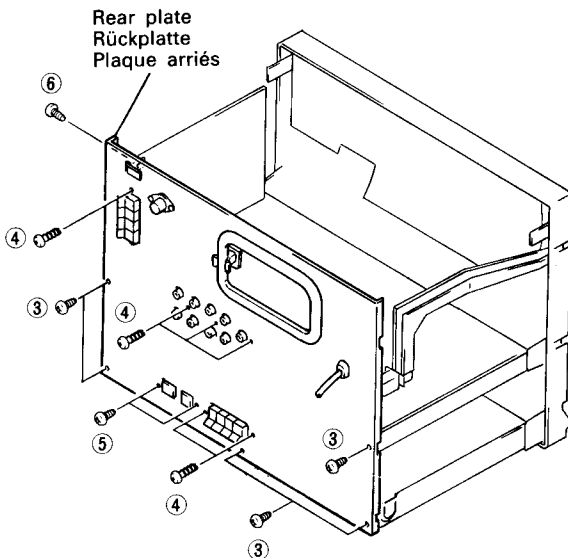

Fig. 2 Abb. 2
2. **Rückplatte (Abb. 2)**
2. Plaque arrière (Fig. 2)